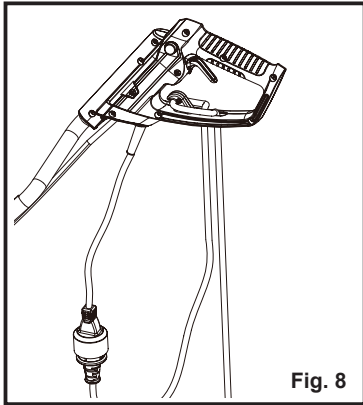

Fig. 8
2. Fixez la rallonge dans son support. La boucle de la rallonge doit être suffisamment longue pour que le support de rallonge puisse coulisser librement d'un côté à l'autre. Branchez la rallonge dans la prise du cordon d'alimentation du motoculteur (Figure 8).